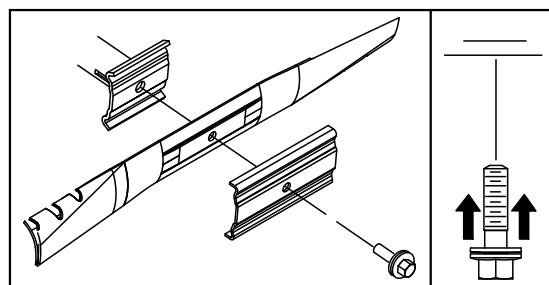

Figura 30
5. Instale a nova lâmina (rode o parafuso da lâmina no sentido dos ponteiros do relógio) e todo o equipamento de montagem (Figura 30).